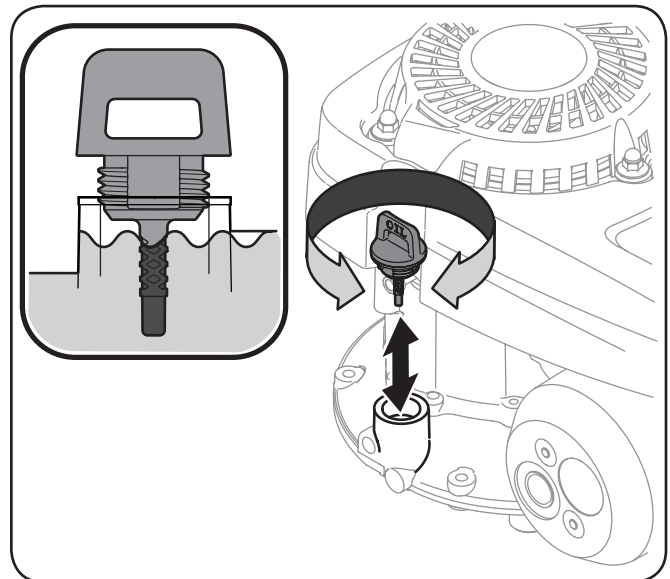

Figura 3-2
1. Retire el tapón de llenado de aceite/la varilla de medición y limpie la varilla de medición de aceite. Vea la Figura 3-2.
3. Saque el tapón / la varilla de medición de aceite. Si el nivel está bajo, agregue aceite lentamente hasta el límite superior de la varilla de medición, Figura 3-2.